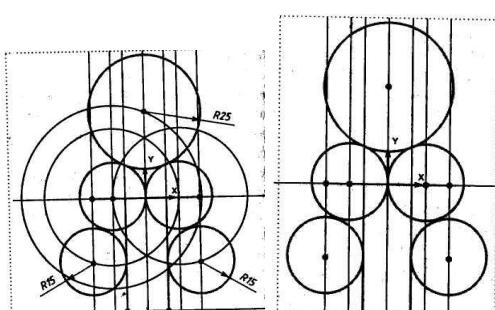

Рисунок 48
9. По команде Касательный отрезок через внешнюю точку на панели инструментов строим два отрезка, касательные к окружностям  $R15$ , соединяем эти отрезки другим отрезком по команде Ввод отрезка (см. рис. 48). По табл. 1 вид сопряжения – п.4.